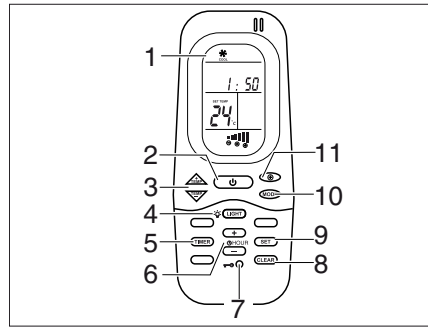
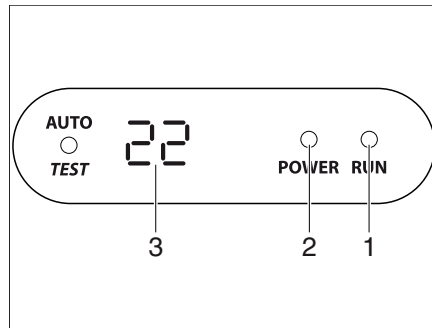

Fig. 122 Télécommande
Fig. 123 Écran du diffuseur
La climatisation est montée sur le toit du véhicule. La télécommande (Fig. 122) pour la climatisation se trouve dans le coin cuisine.
La climatisation est prête à fonctionner. La LED (Fig. 123,2) de l'écran du diffuseur brille en rouge.
- Pour la mise en service, appuyer sur l'interrupteur Marche/Arrêt (Fig. 122,2) de la télécommande. La DEL (Fig. 123,1) brille en vert si la climatisation fonctionne en mode refroidissement. La DEL (Fig. 123,1) brille en rouge si la climatisation fonctionne en mode chauffage.
- Régler le mode de fonctionnement désiré avec la touche MODE (Fig. 122,10).
- Si nécessaire, régler l'étage de ventilateur désiré avec la touche (Fig. 122,11) et la température ambiante avec les touches (Fig. 122,3).
- Pour la mise hors service, appuyer sur l'interrupteur Marche/Arrêt (Fig. 122,2) de la télécommande.
- Pour la programmation, enclencher la climatisation avec l'interrupteur Marche/Arrêt (Fig. 122,2) de la télécommande.
- Appuyer sur la touche TIMER (Fig. 122,5). L'indicateur ON de l'heure de démarrage est activé.
- Régler l'heure à l'aide des touches TEMP (+/-) (Fig. 122,3).
- Rappuyer sur la touche TIMER (Fig. 122,5). L'indicateur OFF de l'heure de démarrage est activé.
- Rappuyer sur la touche TIMER (Fig. 122,5).
- Une fois le réglage terminé, appuyer sur la touche SET (Fig. 122,9).
- En vue d'effacer la programmation de la minuterie, appuyer sur la touche CLEAR (Fig. 122,8).